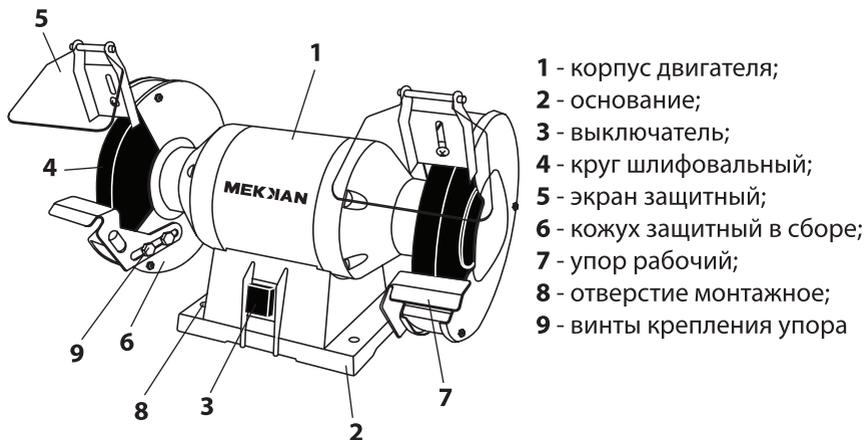

рис.1
1.6 Общий вид точильного станка схематично представлен на рис. 1
1.7 Точильный станок состоит из асинхронного двигателя в металлическом корпусе (рис.1 поз.1) закреплённом на основании (рис.1 поз.2). На якорь двигателя (с двух сторон), между опорным и зажимным фланцами крепится шлифовальный (точильный) круг (рис.1 поз.4). Это основной рабочий инструмент точильного станка. Для безопасной работы на корпусе двигателя смонтированы защитные кожухи (рис.1 поз.6). На кожухах крепятся прозрачный (защитный) экран (рис.1 поз.5) и рабочий упор (рис.1 поз.9), обеспечивающий опору затачиваемому инструменту.
1.8 Выключатель (рис.1 поз.3) расположен на основании точила (рис.1 поз.2). Он имеет два фиксированных положения: включено и выключено. Выключатель снабжен водонепроницаемой крышкой.
2.1.1 Установите точильный станок на верстаке (рабочем столе) и закрепите винтами (саморезами), используя крепёжные отверстия (рис.1 поз.8).
2.1.2 Закрепите на кожухах, используя крепёж из комплекта поставки, рабочие упоры (рис.1 поз.7) и защитный прозрачный экран (рис.1 поз.5).
Экран прозрачный (рис.1 поз.5) защищает глаза и руки оператора от искр, летящих от затачиваемого инструмента. Всегда используйте его при работе. При первоначальной установке и по мере износа шлифовальных кругов, периодически проводите регулировку установки кронштейна экрана. Кронштейн экрана устанавливается на минимальном расстоянии от поверхности круга (2мм). Это позволяет задерживать абразивные частицы, отлетающие от круга в сторону оператора.
Для компенсации износа шлифовальных кругов необходимо периодически производить регулировку рабочих упоров (рис.1 поз.7): ослабить винты крепления упора (рис.1 поз.9); выставить упор на минимальное (2мм) расстояние от круга; затянуть винты крепления.